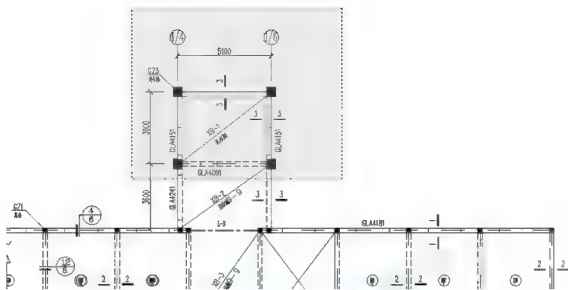

图 5.49 复制图形
(1) 启动【复制】命令(快捷键 CO)。
(2) 在【选择对象】提示下, 按照图 5.49 所示选择图形。